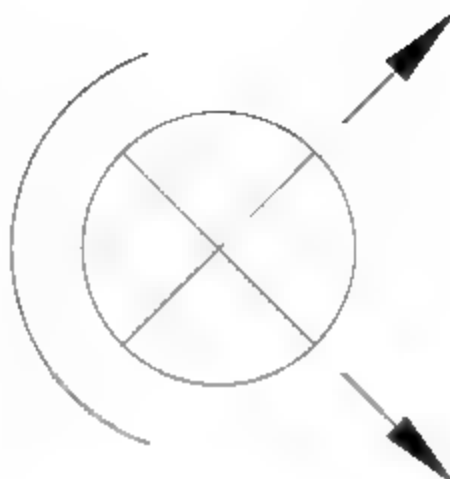

图8-193 最终结果
- 10 调用MI【镜像】命令，向下镜像复制指示箭头，结果如图8-193所示。